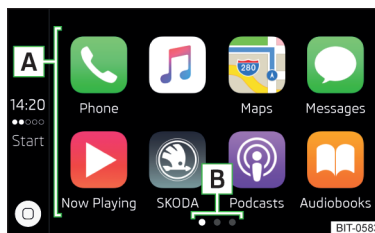

Fig. 212
- ▶ Dans le menu principal de la connexion Apple CarPlay, sélectionnez l'application souhaitée dans la zone **A** » fig. 212.